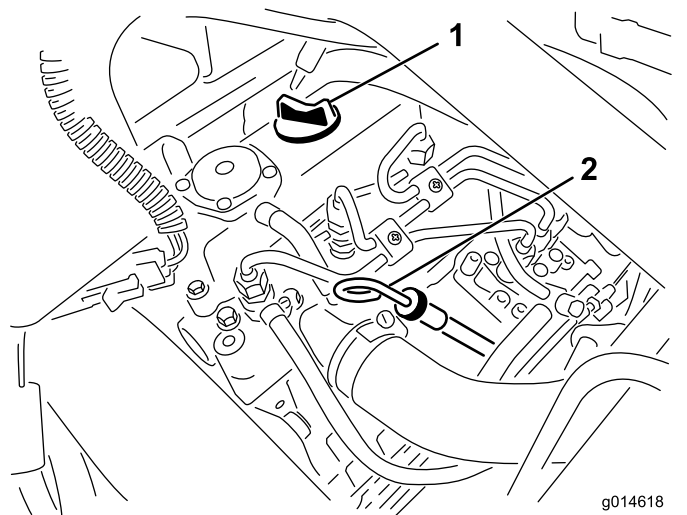

Bild 28
2. Nehmen Sie den Peilstab heraus und wischen Sie ihn mit einem sauberen Lappen ab (Bild 28). Stecken Sie den Peilstab in das Rohr und stellen Sie sicher, dass er vollständig eingeführt ist. Entfernen Sie den Peilstab und prüfen den